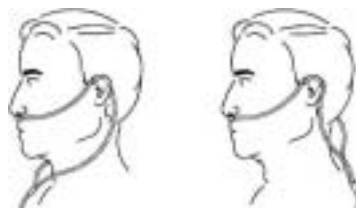

FIGURE 5.1 Positionnement de la canule
NOTE: Pour cette procédure, se reporter à la FIGURE 5.1.
5. Placer la canule sur les oreilles et positionner ses embout dans les narines conformément aux instructions du fabricant de la canule ou du prestataire de soins médicaux. Se reporter à la FIGURE 5.1.